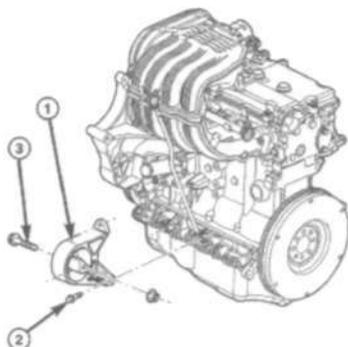

Рис. 73 Левая опора двигателя
- (1) Установить изолятор в сборе с опорой (Рис.73 и 74).
- (2) Притянуть опору к болтам двигателя.
- (3) Вставить сквозной болт передней опоры в изолятор.
- (4) Опустить двигатель.
- (5) Затянуть сквозной болт.
- (6) Опустить автомобиль.